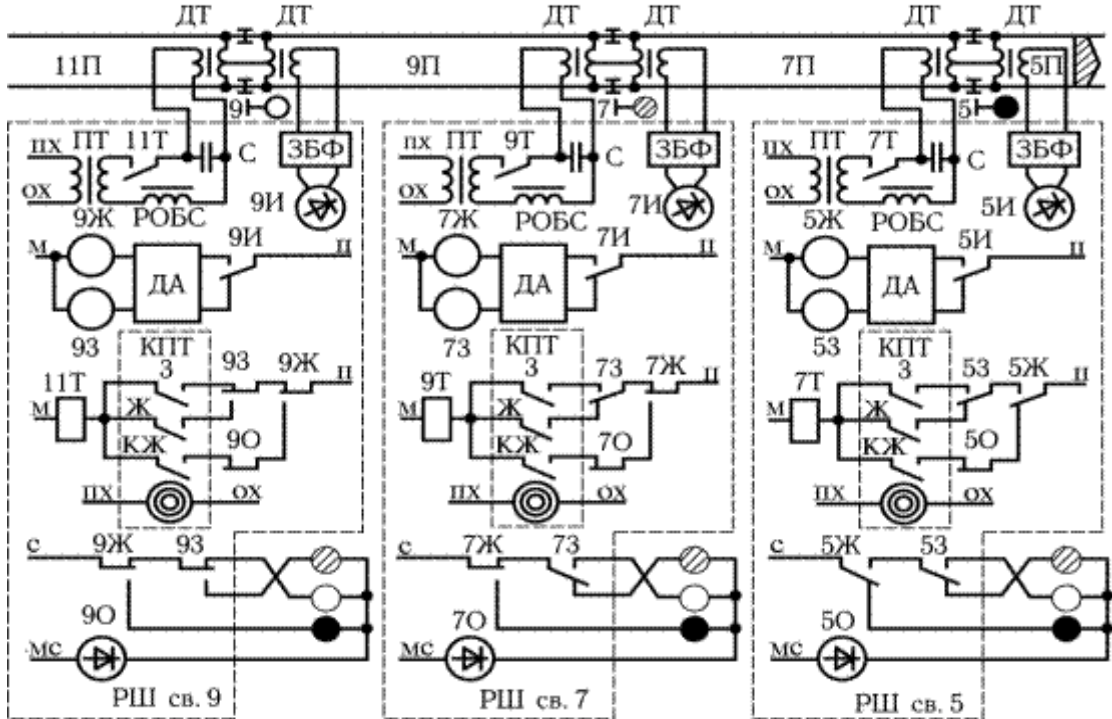

Рисунок 5 – Схема сигнальной точки числовой кодовой автоблокировки переменного тока
7. Дана схема сигнальной точки числовой кодовой автоблокировки переменного тока (Рис. 5). Определить род тяги на перегоне;